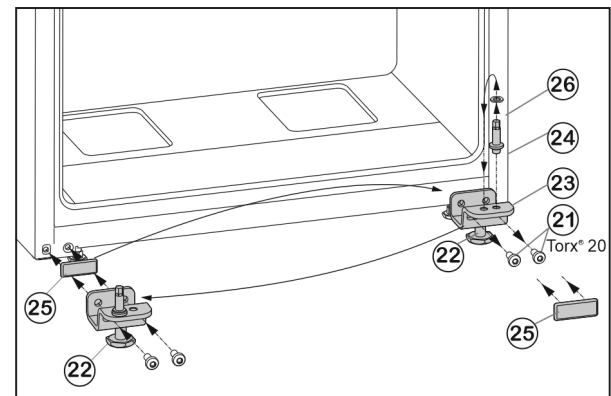

Fig. 7
- ▶ Befestigungsschrauben Fig. 7 (21) abschrauben.
- ▶ Lagerbock unten Fig. 7 (23) komplett mit Lagerbolzen Fig. 7 (24), Scheibe Fig. 7 (26) und Stellfuß Fig. 7 (22), abnehmen.
- ▶ Lagerbolzen Fig. 7 (24) komplett mit Scheibe Fig. 7 (26) abschrauben, in das gegenüberliegende Aufnahme Loch des Lagerbocks umsetzen und wieder festschrauben.
- ▶ Abdeckplatte Fig. 7 (25) vorsichtig abnehmen und auf die Gegenseite umsetzen.
- ▶ Lagerbock unten Fig. 7 (23) komplett mit Lagerbolzen Fig. 7 (24), Scheibe Fig. 7 (26) und Stellfuß Fig. 7 (22) auf der neuen Scharnierseite ggf. mit Hilfe eines Akkuschaubers **fest (mit 4 Nm)** wieder anschrauben.
- ▶ Untere Tür von oben auf Lagerbolzen Fig. 7 (24) aufsetzen.
- ▶ Stellfuß Fig. 7 (22) am Lagerbock unten Fig. 7 (23) herausdrehen, bis er auf dem Boden aufliegt.